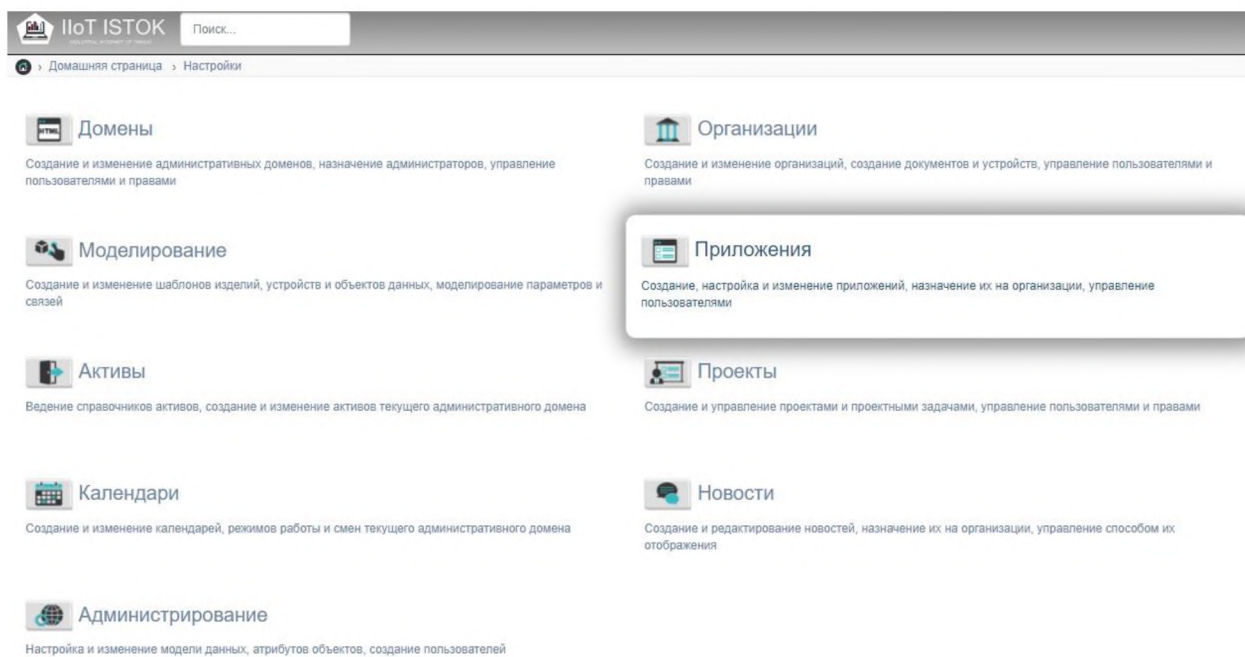

Рисунок 17 – Раздел **Приложение**
- 1) Нажмите кнопку **Настройки** → **Приложения** (рис. 17).